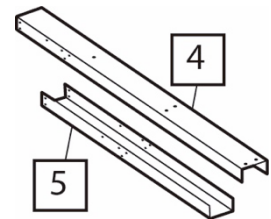

Abb. 3.
- Legen Sie das kurze U-Profil (5) mit den offenen Seiten nach oben auf und schieben das lange U-Profil (4) mit den offenen Seiten nach unten an die Oberseite des kurzen Profils, wodurch eine Art Feld entsteht. Vergewissern Sie sich, dass die Löcher auf beiden Profilen passen, verschrauben sie aber nicht, Abb.3.